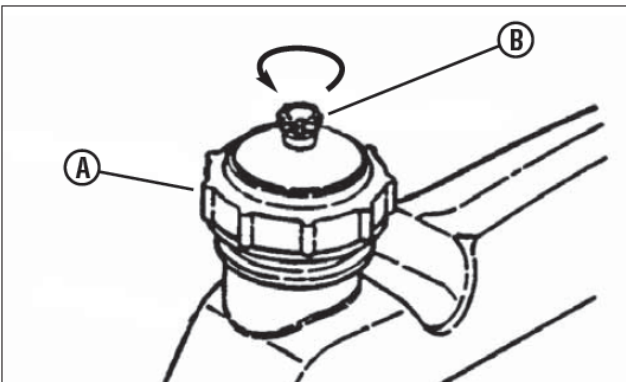

Рис. 2. Крышка топливного бака
- 8) Залейте бензин в бак, предварительно выкатив райдер на открытый воздух, чтобы обеспечить рассеивание паров бензина. Убедитесь, что крышка бензобака (A, рис. 2) плотно затянута, а воздушный клапан (B) открыт после заливки топлива в бак. См. руководство по эксплуатации двигателя для получения информации об использовании топлива.
1. Откройте воздушный клапан (В, рис. 2) на крышке топливного бака, повернув его против часовой стрелки.
- Откройте воздушный клапан (В, рис. 2) на крышке топливного бака (А), повернув его против часовой стрелки.